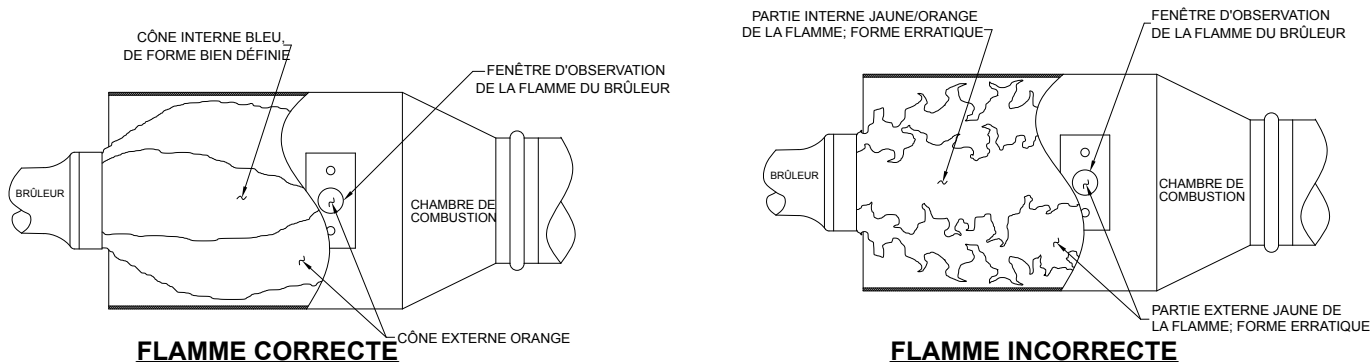

Figure 17
1. Retirer l'avant du coffret. Retirer les quatre (4) vis des panneaux de gauche et de droite; mettre les panneaux de côté pour les réinstaller.
- a) Retirer les quatre (4) vis des supports du bâti du condenseur (voir A à la figure 17) Mettre les supports de côté pour les réinstaller.
- b) Retirer le couvercle du serpentin de condensation – deux (2) vis additionnelles. (Voir B à la figure 17) Conserver le couvercle pour le réinstaller.